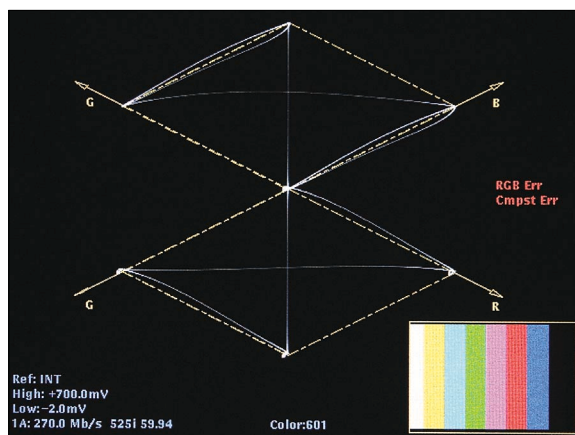

図24
カラー・バーのようなテスト信号を使用すると、ダイヤモンド表示でタイミング・エラーを検出できます。図24において、上側のダイヤモンドの水平方向の湾曲は、青 (B) のチャンネルのタイミング・エラーを表しています。青 (B) のチャンネルのタイミングずれによって、それぞれの色の境界でのトランジションが大きくなり、これによりダイヤモンド表示の各トランジションで少し湾曲が生じることに注意してください。下側の水平方向のトランジションで湾曲が生じた場合、赤のチャンネルのタイミング・エラーを示します。このタイミング・エラーはダイヤモンド表示では測定できません。ただタイミング・エラーの有無を示しているだけです。